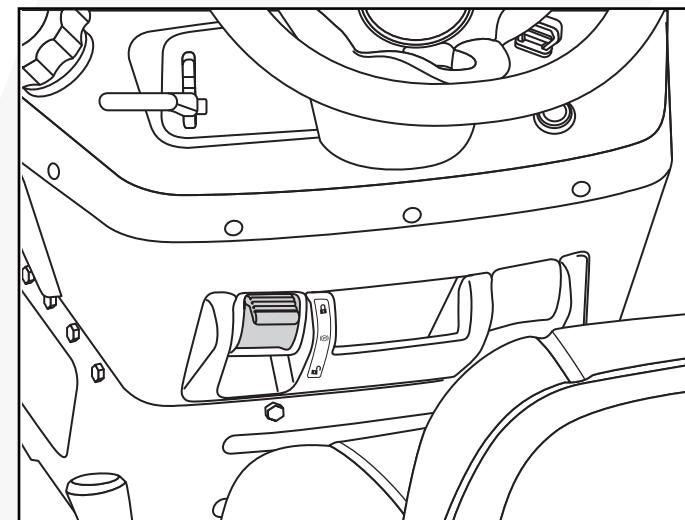

Fig. 21
2. Suba la palanca del freno de estacionamiento hasta la posición de bloqueo. (Fig. 21)